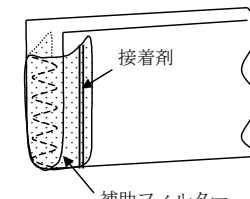

図 II-3 「グリ・シート KP12-300」接続部の処理
- ①「グリ・シート」を割付図に示す長さにカッターナイフ、又はハサミ等を使用し定尺切断する。
- ②「グリ・シート KP12-300」は、端部から土砂などが流入しないように補助フィルターと接着剤で処理する。（図 II-3）